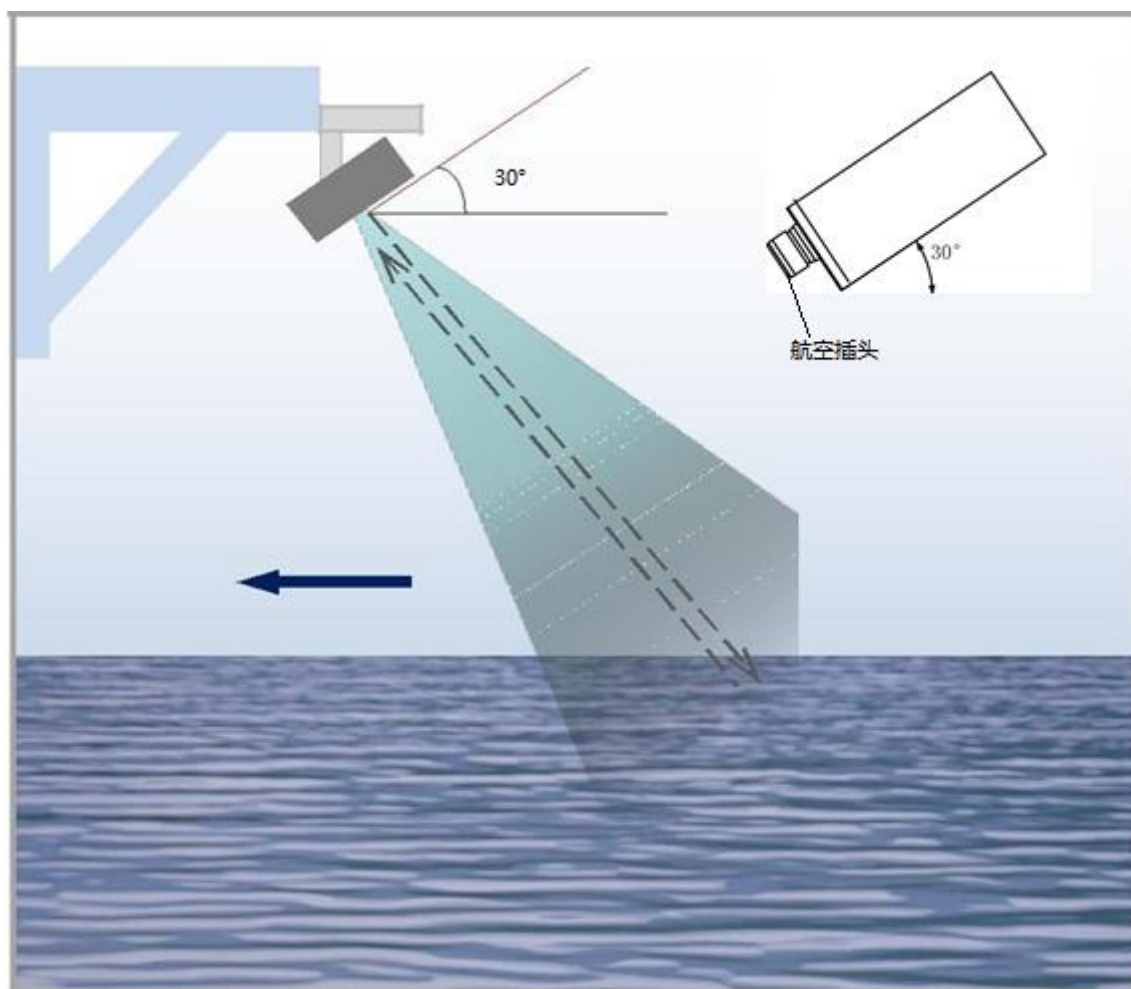
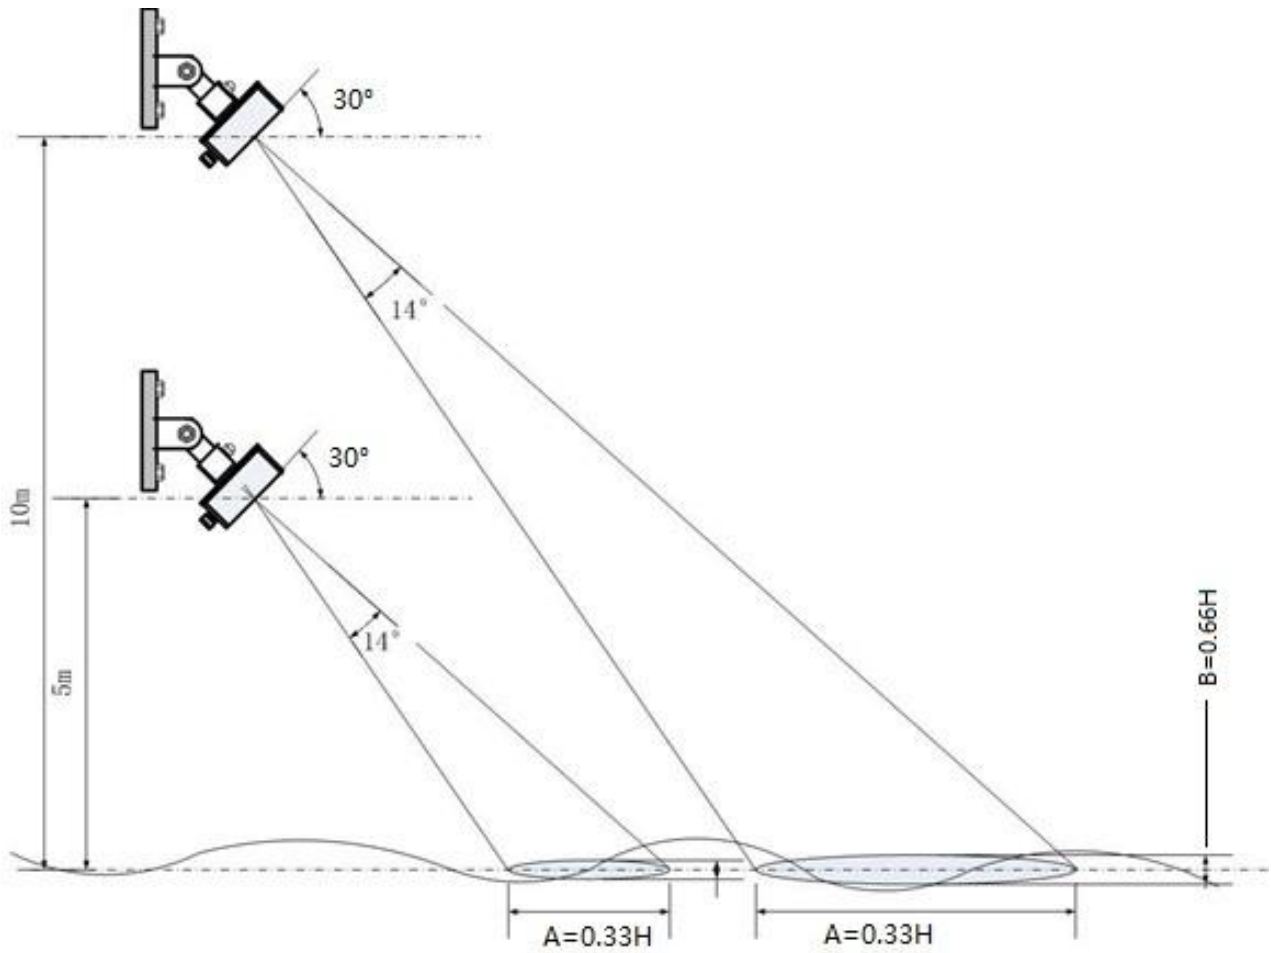

图 3.1 流速仪安装示意图
图 3.2 流速计天线照射区域示意图
本产品安装示意图参考图 3.1，雷达天线角度为 $14 \times 32^\circ$ ，雷达波照射水面时，照射区域类似一个椭圆，如图 3.2 所示。
2. 流速仪波束建议朝来水方向，如图 3.2 所示，且必须保证流速仪雷达面与水平夹角为 30° 。